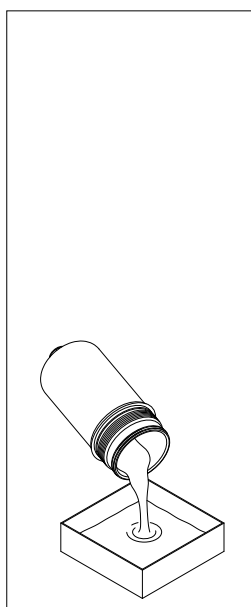

fig. 21
- (Fig. 21) In assenza di tappo di drenaggio, svuotare il fluido di lavoro dal contenitore al recipiente di raccolta